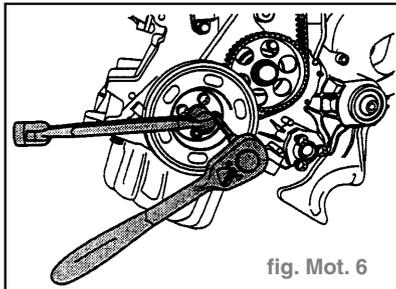

fig. Mot. 6
- Déposer l'amortisseur de vibrations / poulie. (fig. Mot. 6)